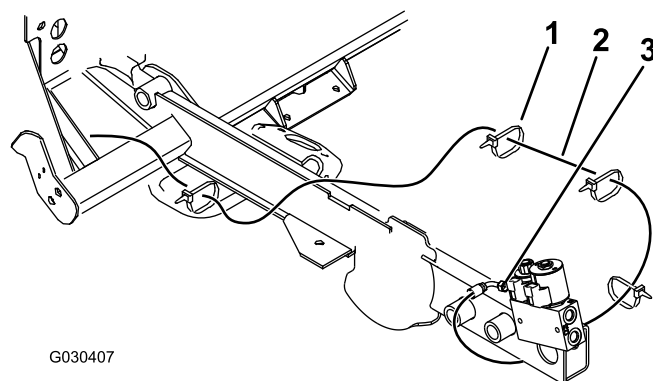

**Figure 19**
7. Vissez le raccord hydraulique dans l'ouverture de la vanne (Figure 19).
10. Fixez le raccord de flexible au raccord droit (Figure 19).